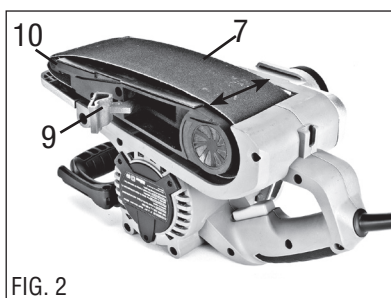

FIG. 2
INSTALLATION OU RETRAIT DE LA BANDE ABRASIVE (FIG 2)
2. Placer le sableuse à bande avec la bande abrasive haut comme indiqué sur la figure 2.
3. Tirer le levier de libération de la tension (9) vers le haut puis à fond vers l'avant. Cette action rétracte la poulie avant (10).
2. Placer le ponceuse à bande avec la bande abrasive haut comme indiqué sur la figure 2.
3. Tirer le levier de libération de la tension (9) vers le haut puis à fond vers l'avant. Cette action rétracte la poulie avant (10) et dissipe la tension de la bande abrasive (7).